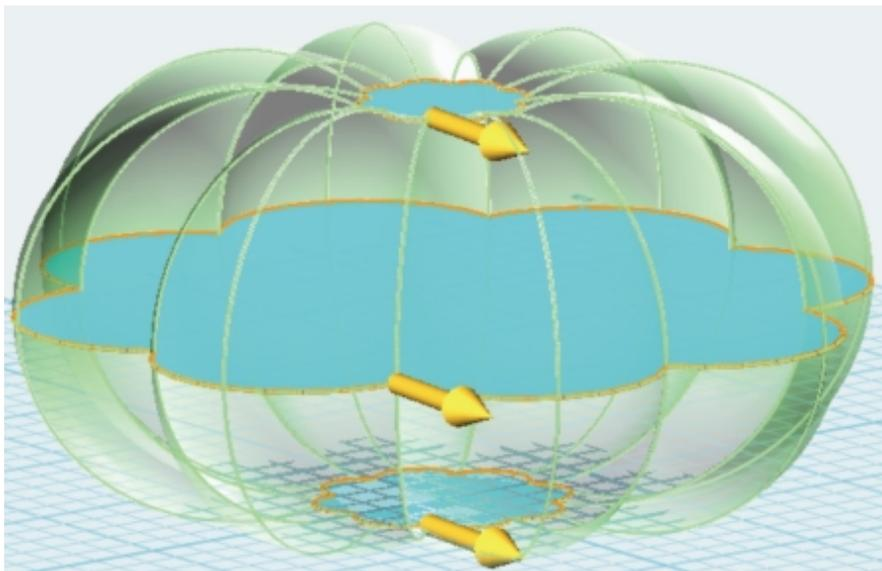

图7-3-15 放样效果
⑥放样得到南瓜实体。选择  “特征造型”→  “放样”，将南瓜的三个轮廓线选为轮廓P，注意选择顺序应按照底部轮廓→中间轮廓→顶部轮廓的顺序去单击三条轮廓线，并且注意箭头方向应一致，由此得到南瓜实体，如图7-3-15所示。